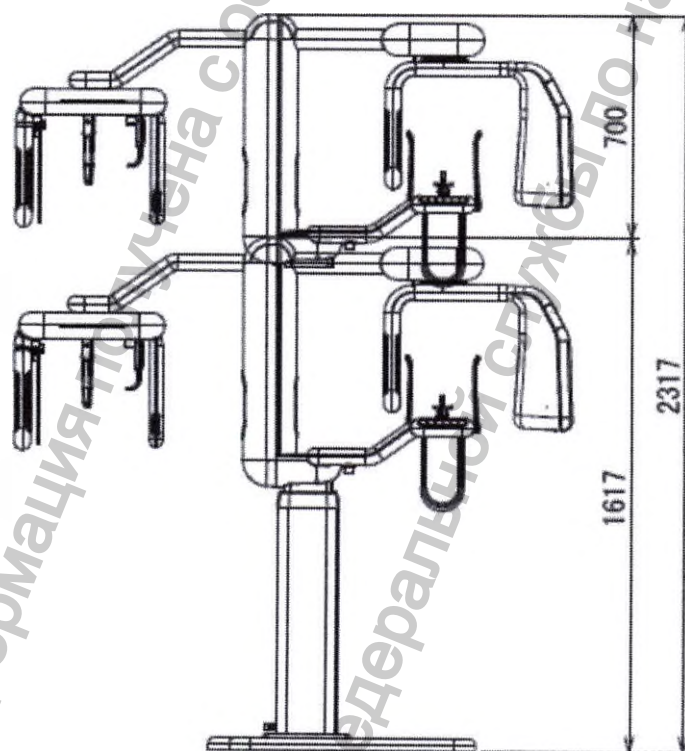

Рисунок 3. – Основные габаритные размеры (максимальная высота Apparata)
- Габариты аппарата, см. рис.3,4,5;